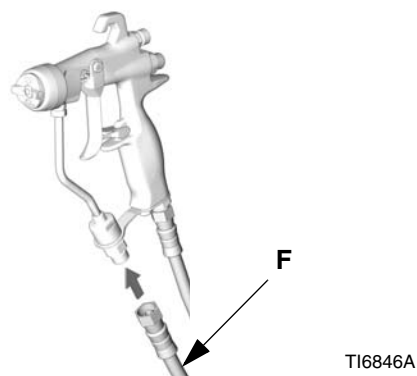

FIG. 4
2. Koble væskeslangen (F) til pistolens væskeinntak. Se FIG. 4. Om ønsket, installer en væske svivelkobling (189018) til pistolinntaket for best manøvrerbarhet. Se tilbehør, side 35.